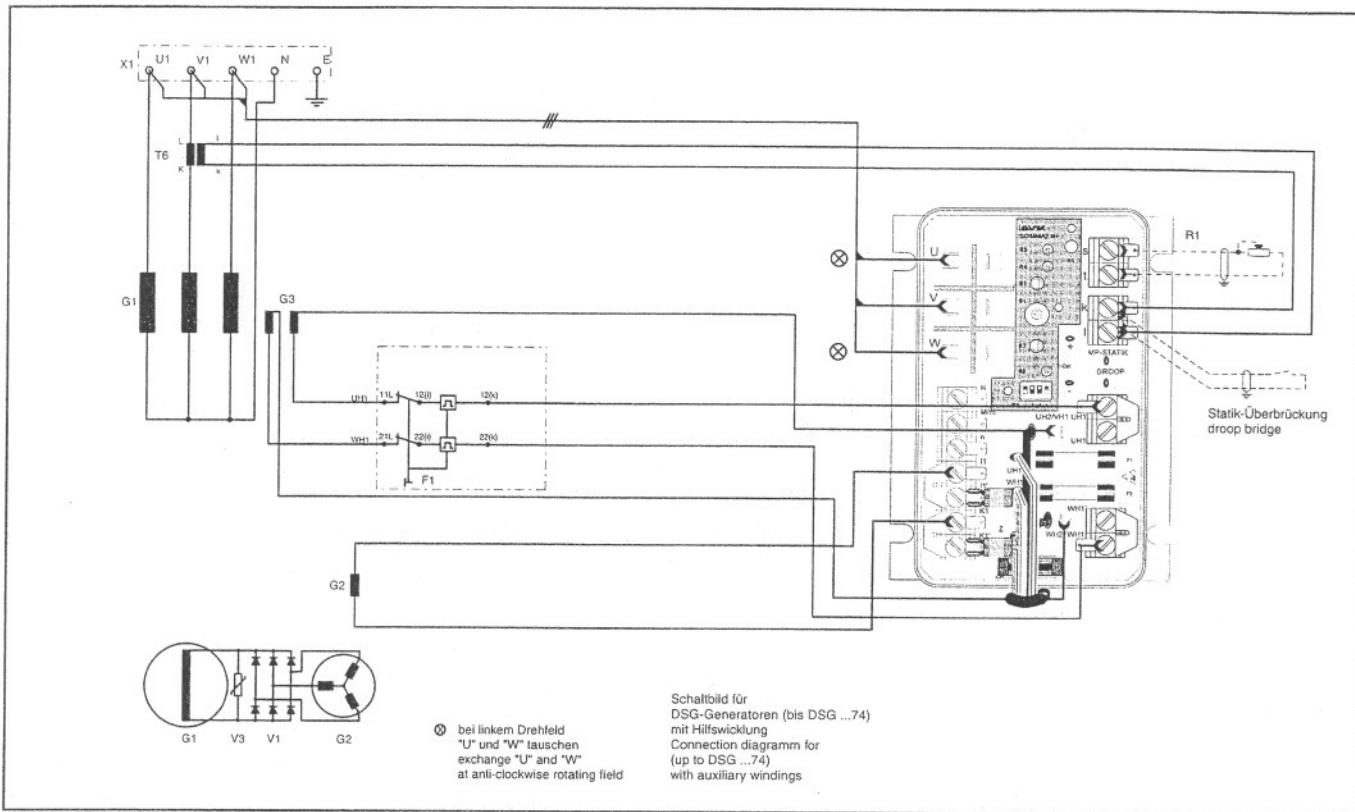

Рис.26 – Внутренний монтаж для генераторов DSG 52 – 74
**(Рис.26 – Внутренний монтаж для генераторов DSG 52 – 74)**